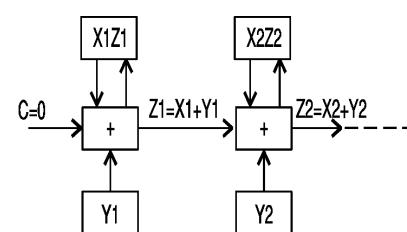

рис. 24
Некоторые примеры программ уже приводились в РА 7/2000. Вернемся к программе сложения целых беззнаковых чисел, но на несколько другом уровне. Во-первых, вводятся псевдокоманда ORG, по которой счетчик ячеек памяти устанавливается в значение, находящееся в поле операнда псевдокоманды. С этой псевдокоманды начинается программа. В конце программы ставится псевдокоманда END. Первое слагаемое расположим в регистровой паре (B,C), второе – в паре (H,L). В регистре (E) расположим счетчик N байтов. Графическая структура алгоритма вычислений показана на **рис.24**. Программа имеет вид: